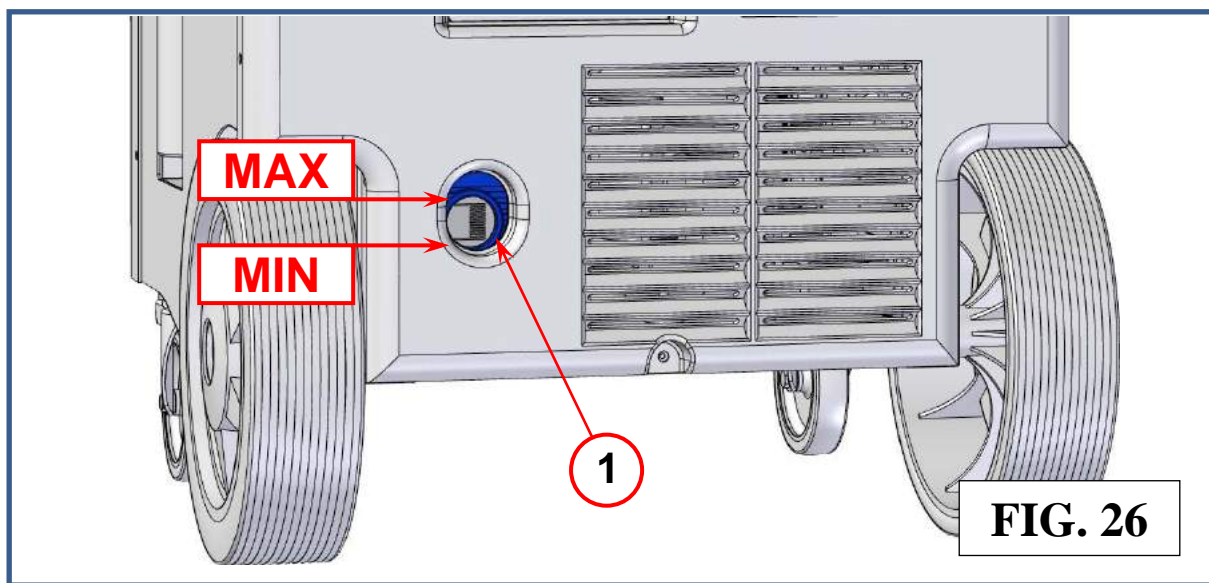

FIG. 26
Questa operazione deve essere eseguita quando il livello dell'olio scende sotto la metà dell'indicatore (ref.1, Fig.26).
Aggiungere l'olio un poco alla volta, aspettando che il livello aumenti prima di ciascuna aggiunta successiva, finché il livello dell'olio non supera di circa mezzo centimetro il pallino rosso dell'indicatore (rif 1, Fig.26).
9) Versare l'olio un po alla volta, aspettare l'innalzamento del livello prima della successiva addizione, fino a quando il livello arriva a metà dell'indicatore (ref 1, Fig.26).